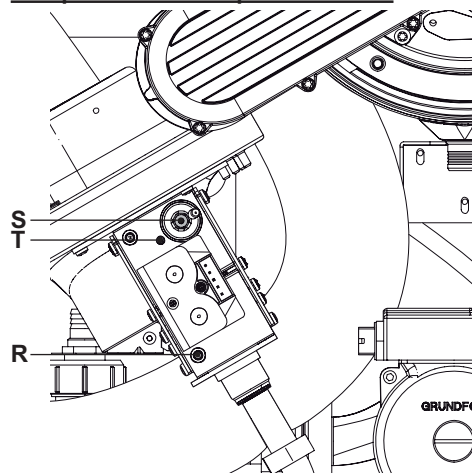

Fig. 7.9
- Con la caldera apagada (fuera de servicio), compruebe la presión de alimentación usando la toma (R) mostrada en la Fig. 7.9 y compare el valor medido con los expuestos en las tablas de presiones de alimentación del gas incluidas en la sección "Datos técnicos Mare 95" pág. 24.
- Vuelva a cerrar bien la toma de presión (R) mostrada en la Fig. 7.9.
- Si los dos datos no coinciden, intervenga en el tornillo de regulación máxima (T) (Fig. 7.9) de la válvula de gas y calibre el CO₂ al valor indicado en las tablas de la sección "Datos técnicos Mare 95" pág. 24 (girando en sentido contrario al de las agujas del reloj, el valor de **CO₂** disminuye).